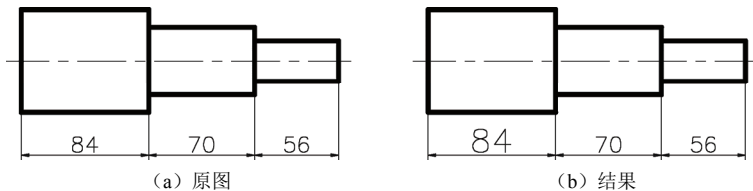

图 8-54 尺寸变量覆盖示例
- (1) 输入要替代的标注变量名: 输入欲替代的尺寸变量名。
- (2) 清除替代(C): 清除替代, 恢复原来的变量值。
- (3) 选择对象: 选择修改的尺寸对象。
**【例 8.19】** 采用尺寸变量覆盖的方式将图 8-54 (a) 中的尺寸 84 字高由 10 改为 15。
结果如图 8-54 (b) 所示。